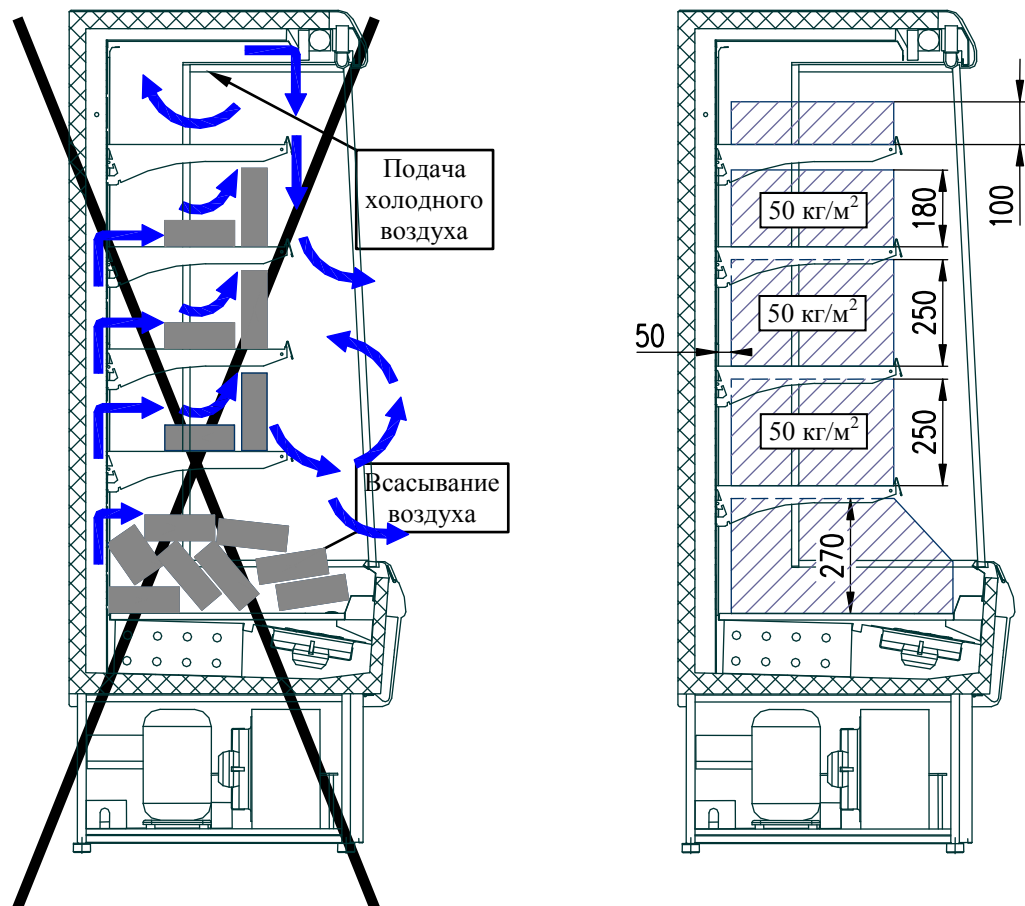

Рис. 2. Загрузка витрины продуктами
- Высота максимальной загрузки полок витрины продуктами показана на рис. 2.
- Продукты необходимо раскладывать в отведенное для них место, не превышая при этом уровня максимальной загрузки (рис. 2). В случае превышения уровня загрузки воздушная вентиляция будет недостаточной, и температура продуктов станет более высокой, кроме того, на испарителе может образоваться слой льда.